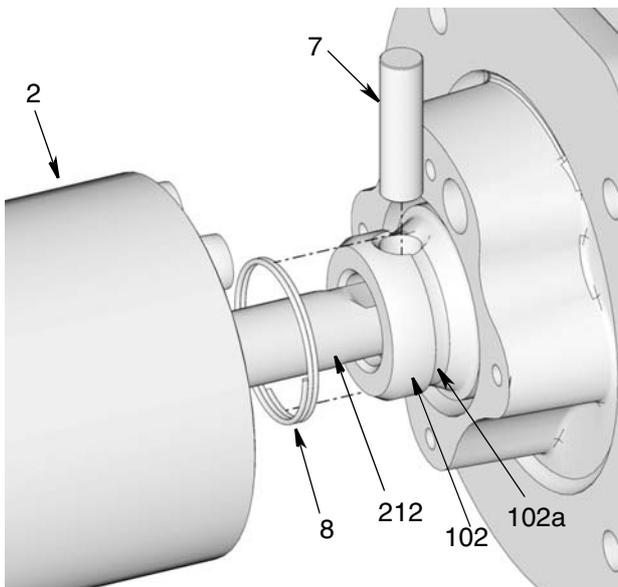

Рис. 24
11. Сдвиньте стопорное кольцо (8) из канавки (102а) в соединительном штоке (102) для обнажения штифта насоса (7) (Рис. 24). Вытолкните или выбейте штифт насоса (7) из отверстия.